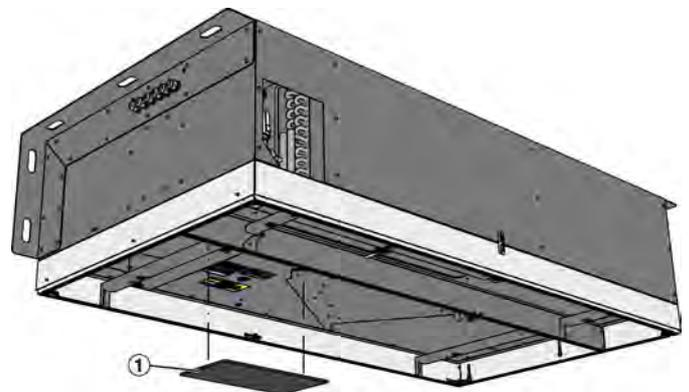

Abb. 75: Filtervlies Abluft
8. ▶ Filtervlies (Abb. 75 /1) nach unten abziehen.